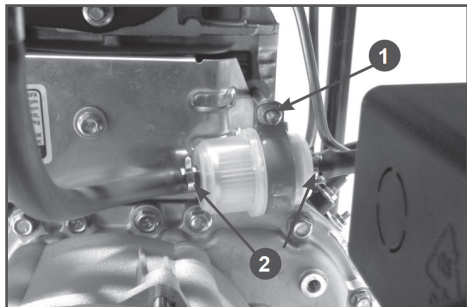

Рис. 18 Замена топливного фильтра
2. Открутите гайку хомута крепления топливного фильтра (Рис. 18 п.1).
3. С помощью плоскогубцев зажмите хомуты топливного шланга (Рис. 18 п.2) и сдвиньте их.